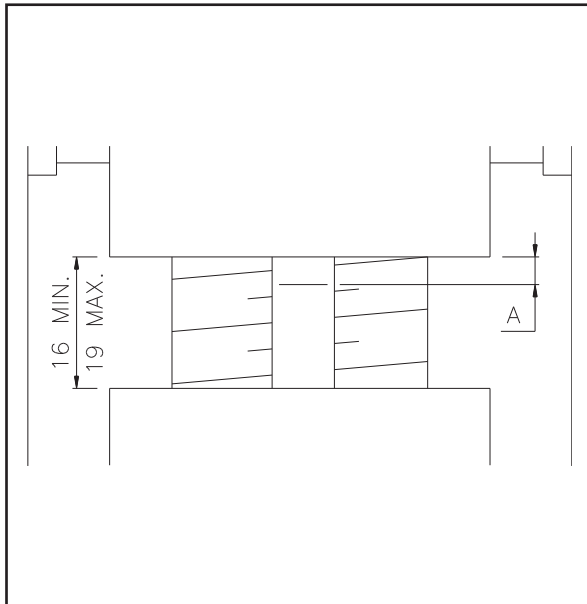

Fig.62 Abb.62
- check dimension in Fig.62: For optimal operating conditions ensure $A = 3 \text{ mm.}$
- Contrôler la cote A (Fig. 62): si A=3 mm, l'écrou est en parfait état.
- Die Maß auf Abb. 62 kontrollieren: wenn A=3 mm, man hat die bessere Arbeitsbedingungen.